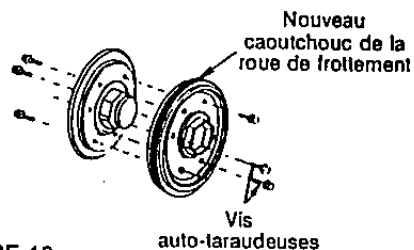

FIGURE 18
- Installez le nouveau caoutchouc de la roue de frottement sur la roue de frottement. Serrez les six vis l'une après l'autre dans l'ordre avec une force égale. Voir la figure 18.